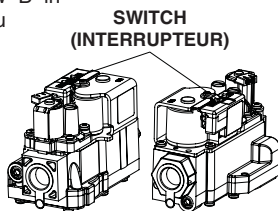

Figure 1
6. Move the gas control switch to the "OFF" position. (See Figure 1)
7. Wait five (5) minutes to clear out any gas. Then smell for gas, including near the floor. If you smell gas, STOP! Follow "B" in above information. If you don't smell gas, go to the next step.
8. Move the gas control switch to the "ON" position. (See Figure 1)
6. Réglez l'interrupteur de commande du gaz à la position "OFF". (voir Figure 1).
7. Attendre cinq (5) minutes pour s'assurer de la dissipation du gaz. En cas d'odeur, ARRÊTER LE PROCÉDÉ. Suivre les instructions ci-dessus (Section B). En l'absence de toute odeur de gaz, avancer à l'étape suivante.
8. Réglez l'interrupteur de commande du gaz à la position "ON". (voir Figure 1).
4. Move the gas control switch to the "OFF" position. Do not use force. (See Figure 1)
4. Réglez l'interrupteur de commande du gaz à la position "OFF". Ne forcez pas. (voir Figure 1).